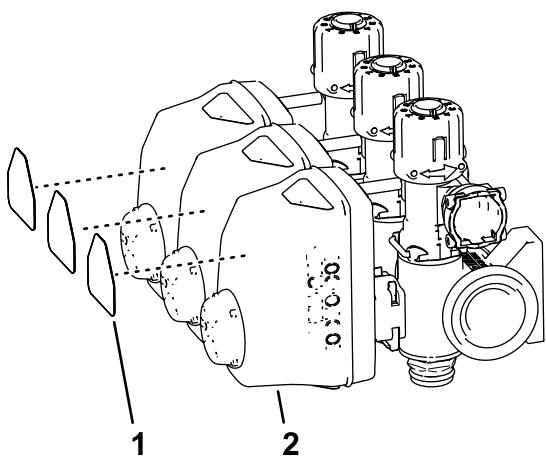

Figura 68
- Rimuovete gli adesivi dagli attuatori delle 3 valvole di sezione (Figura 68).